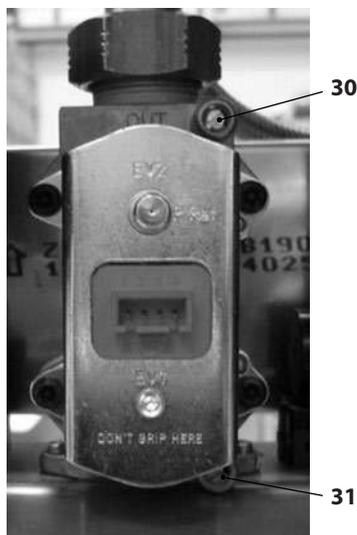

Figura 7.1
A caldaia spenta (fuori servizio), controllare la pressione di alimentazione utilizzando la presa 31 in Figura 7.1 e confrontare il valore letto con quelli riportati nella tabella Pressioni di alimentazione gas nella sezione "Dati tecnici M296.24SV/D" a pag. 24 e "Dati tecnici M296.28SV/D" a pag. 27.
- Richiudere bene la presa di pressione 31 in Figura 7.1.
- Aprire la presa di pressione 30 in Figura 7.1 e collegare un manometro.